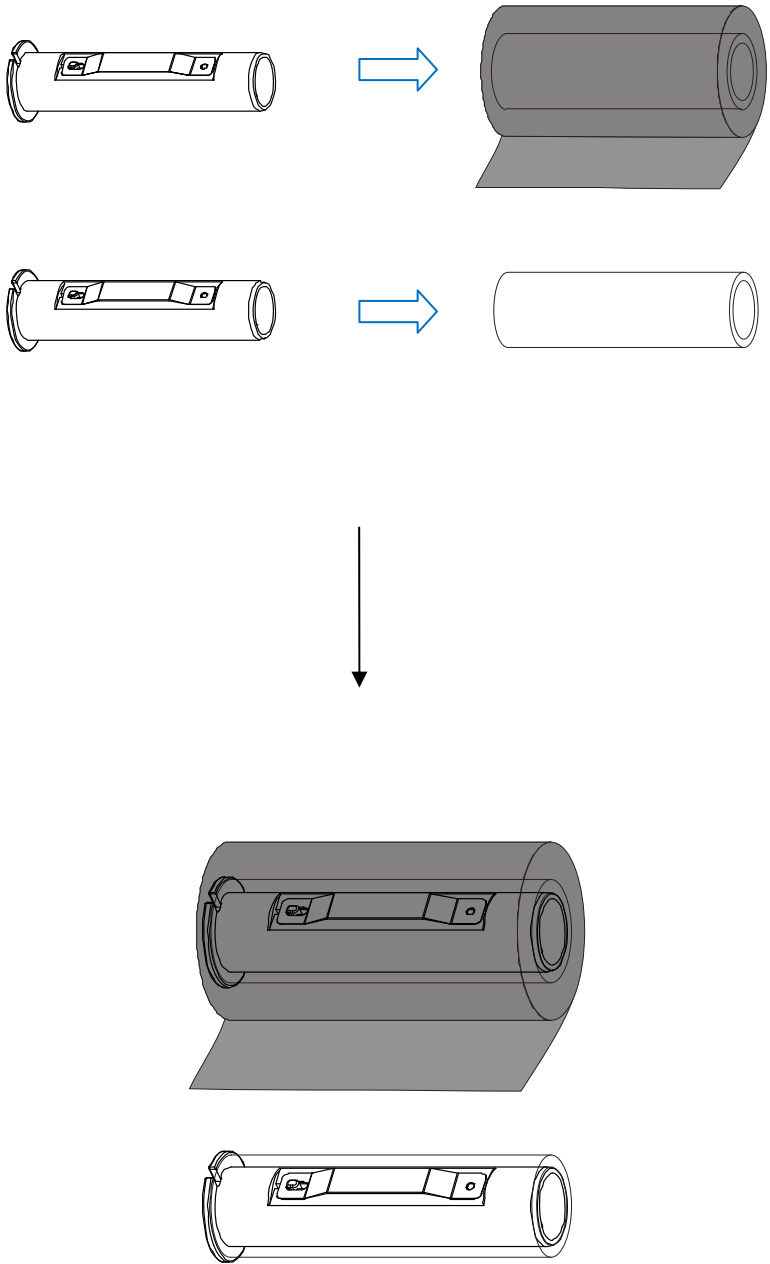

图 5-3
4. 拆开碳带卷和空卷芯(图 5-3);
5. 将一个碳带轴套如图示方向插入碳带的纸芯内(图 5-3);
8. 将另一个碳带轴套插入空纸芯内(图 5-3);